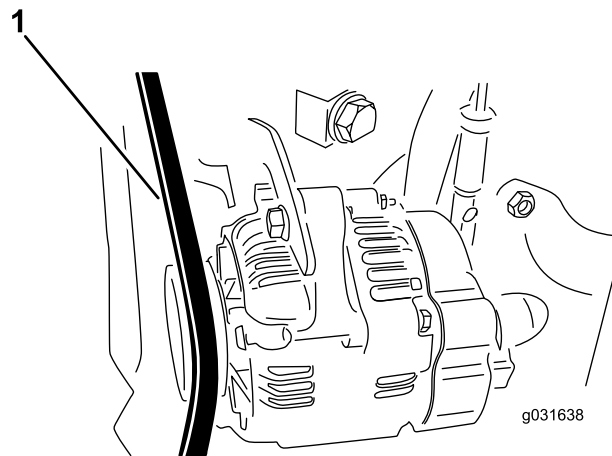

Figure 56
2. Appliquez une force de 30 N·m (22 po-lb) sur la courroie d'alternateur, à mi-chemin entre les poulies (Figure 56).